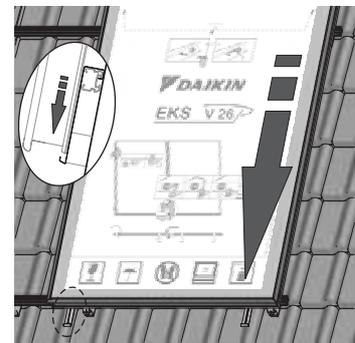

Figura 3-17 Depositare il collettore piano e orientarlo
3. Sollevare il collettore piano sulle guide profilate di montaggio come illustrato nella Figura 3-17, depositarlo e agganciarlo con precauzione ai ganci di fissaggio.